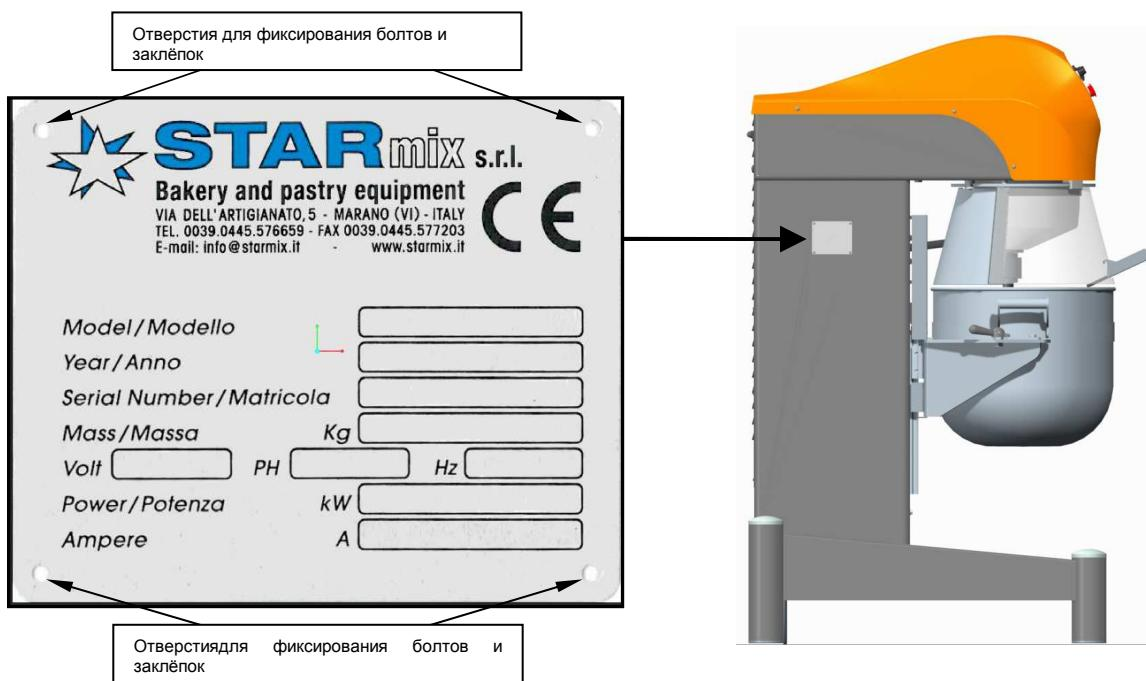
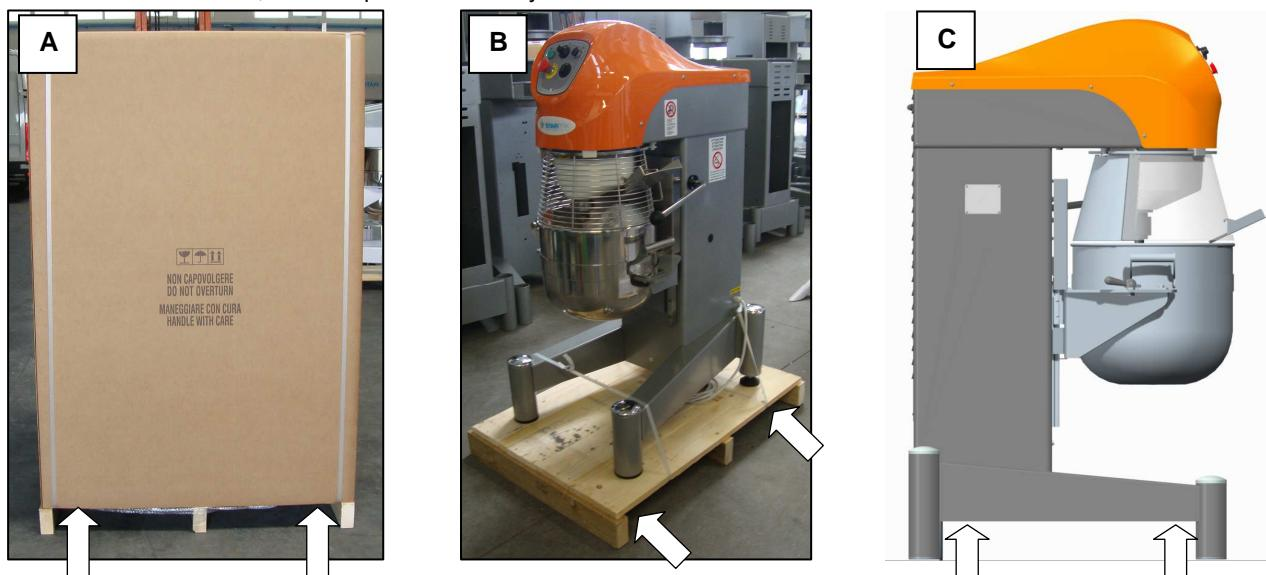
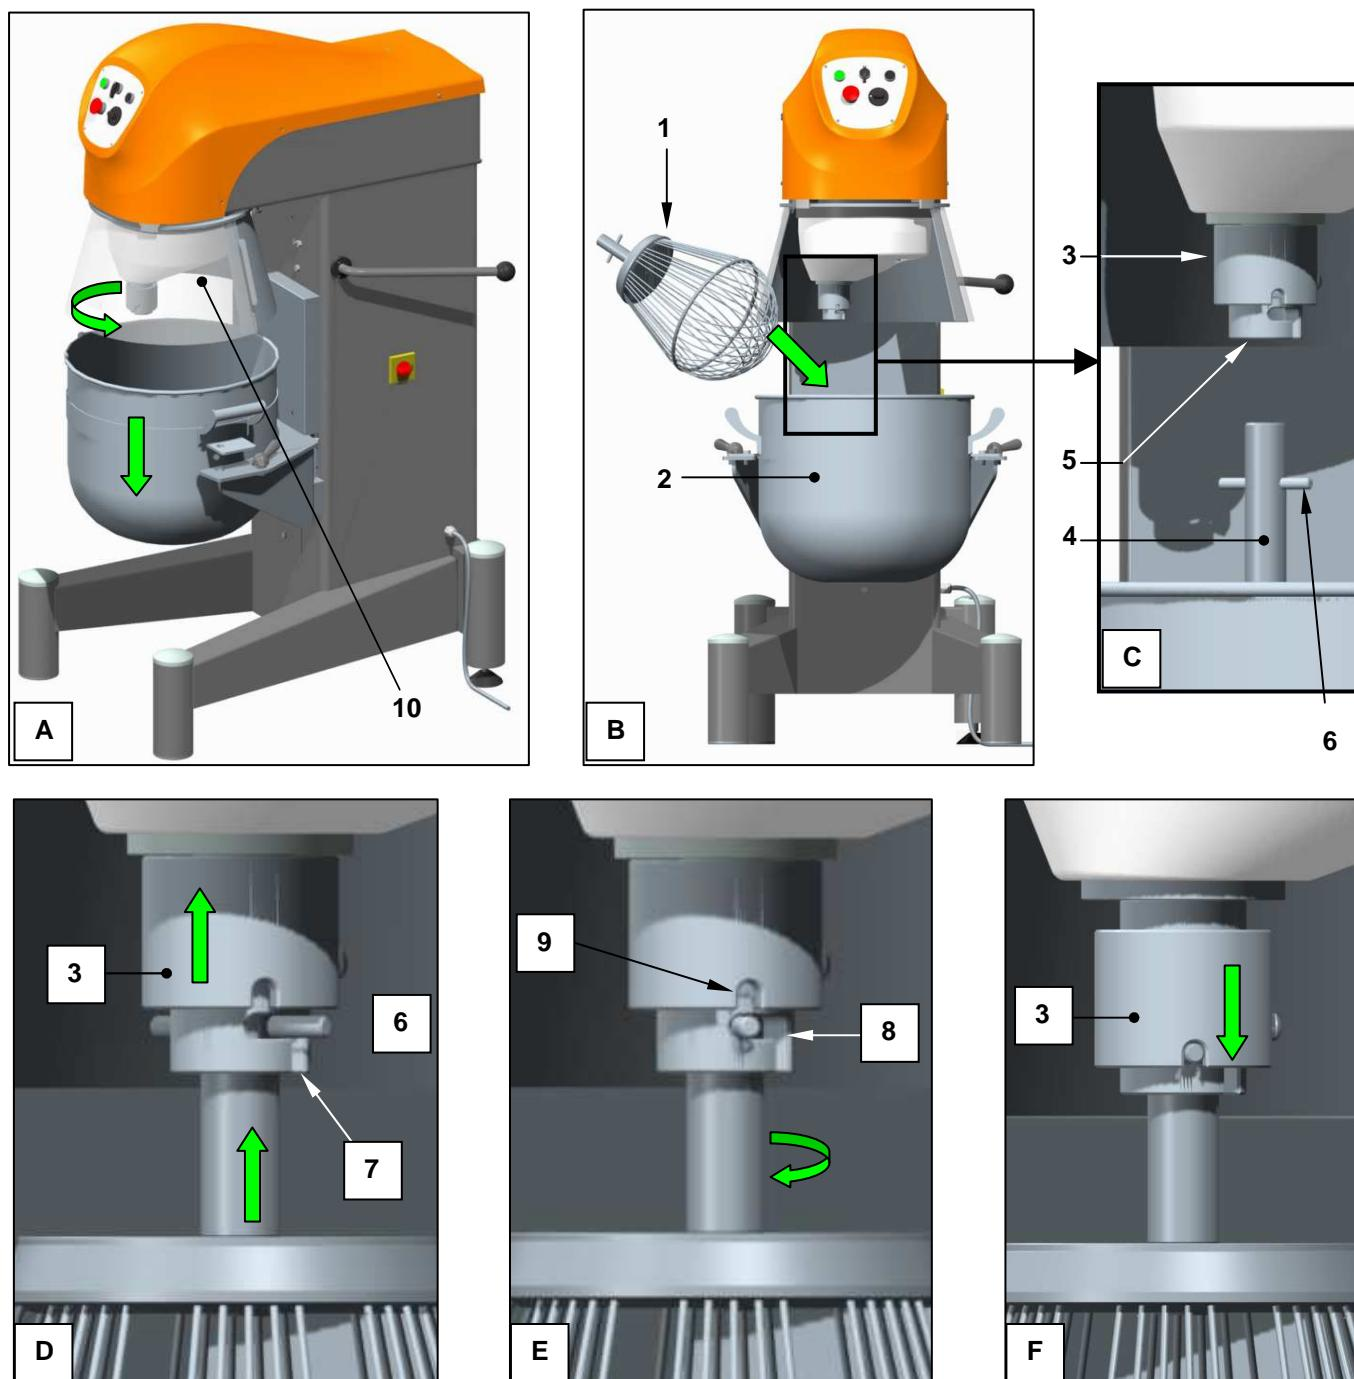

Рисунок 10 – Идентификационная табличка и её расположение
Рисунок 11- Поднятие и перемещение оборудования с помощью автопогрузчика
Рисунок 13- Установка насадки для замеса теста
Табличка, на Рисунок 10, на которой изображены нестираемые надписи (шелкографические и штампованные), маркировка ЕС, информация о производителе, серийный номер, год выпуска, вес, данные об электрических соединениях, плотно прикреплена к оборудованию (с помощью болтов и заклёпок) в месте, изображённом на рисунке.
- без обволакивающих материалов, в коробках из толстого картона, зафиксированного на паллетах (Рисунок 11/A)
- (по морю) в герметичном пакете и коробках из толстого картона, зафиксированном на паллетах (Рисунок 11/A)
- без обволакивающих материалов, в коробках из толстого картона, зафиксированного на паллетах (Рисунок 11/B)
Для перемещения оборудования вставить вилы автопогрузчика с противоположной стороны от общего выключателя оборудования, с внутренней части опорных пунктов основы, на которой стоит оборудование и как можно ближе к ним самим, как изображено на Рисунок 11/C.
Посмотрите Рисунок 13 для установки насадок на оборудование.1 (операция более доступна при отсутствии дежи, рис.2;
- при присутствии дежи во время операции, полностью опустить её:- открыть полностью защитную крышку дежи рис.10 и вставить насадку рис.1 в дежу рис.2 (фото А – В), поднять зажим рис.3, вставить вал рис.4 насадки в гнездо рис.5, штифт должен плотно войти в отверстие рис.7 (фото С – D);
Ссылаясь на Рисунок 13, для демонтажа насадки (операция более доступна при отсутствии дежи, рис. 2; при присутствии дежи во время операции, необходимо опустить её до упора):
- открыть полностью зажимы рис.10, предохраняющие зону замеса
- поднять задвижку рис.9 и повернуть её на 90° таким образом, чтобы она оставалась поднятоей, как изображено на детали С, вставить вал рис.19 скребка рис.11 в крепление рис.2, таким образом, чтобы штифт рис.12 вошёл в отверстие рис.7; после того, как штифт рис.12 зафиксируется в верхней позиции, повернуть вал рис.10 против часовой стрелки (вид сверху) до упора рис.12 (см. детали D – E – F); поднять задвижку рис.9 и повернуть её назад на 90°, отпустить её, убедившись, что она плотно вошла в отверстие рис.13(в противном случае достаточно слегка повернуть вал скребка до щелчка задвижки); установить дежу (раз.3.6), переместить её в рабочую позицию и убедиться, что скребок равномерно касается внутренних стенок дежи.
задняя пластина рис.9, должна войти в отверстие рис.10,
- открыть зажимы рис.3, - зафиксировать захваты рукой рис.4 и слегка дежу рис.1 для того, чтобы освободить крылья рис.6 из выступов рис.7 и переместить дежу к себе до полного выхода задней пластины рис.9 из отверстия рис.10